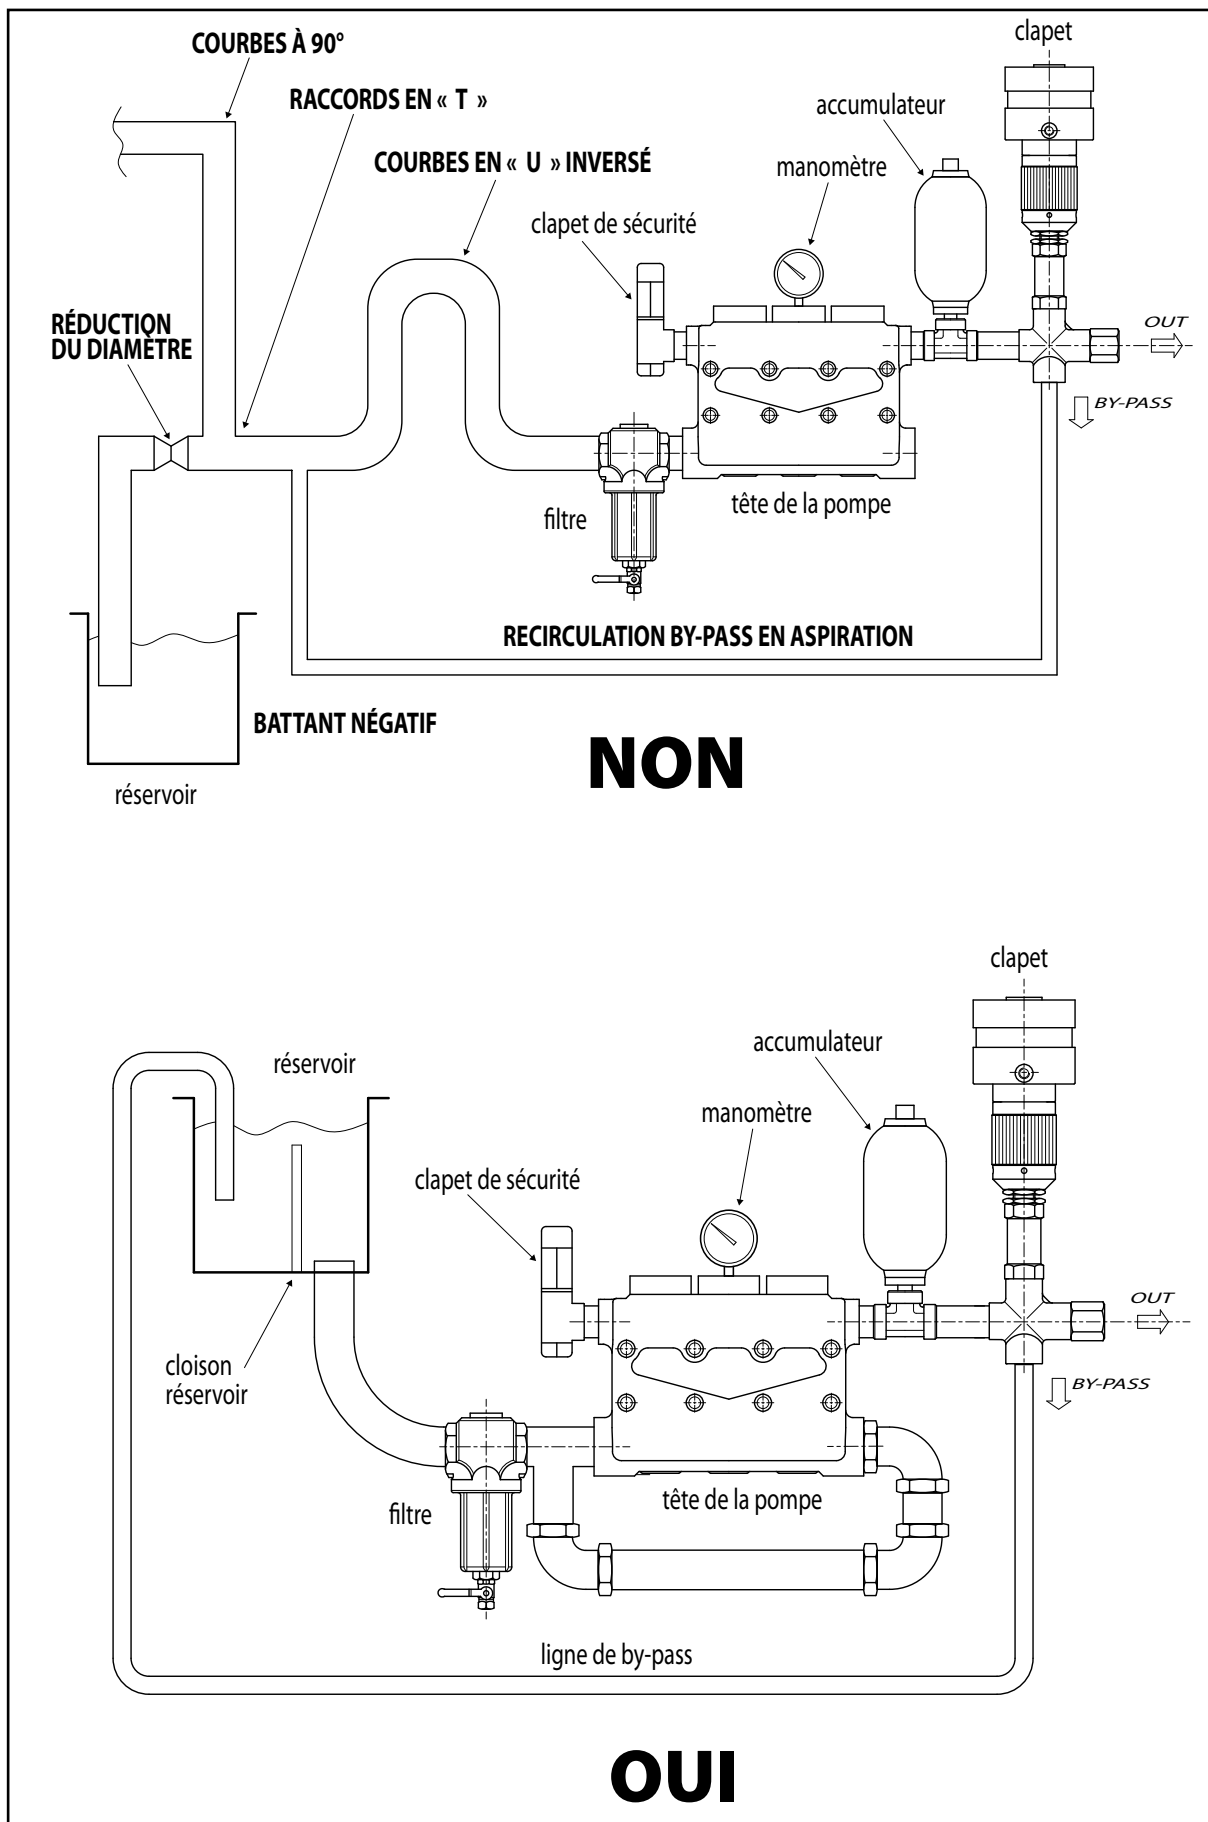

Fig. 2
Pour les raccordements hydrauliques d'aspiration, refoulement et by-pass, se reporter à la figure 2, où une schématisation générique d'une machine hypothétique sur laquelle la pompe peut être installée est représentée.
- Au niveau de l'aspiration de la pompe, éviter les étranglements, contre-pentes et courbes en « U » inversé. S'assurer aussi que l'installation est réalisée de façon à éviter le vidange des tuyaux d'aspiration à l'arrêt de la pompe (voir aussi la Fig. 2).